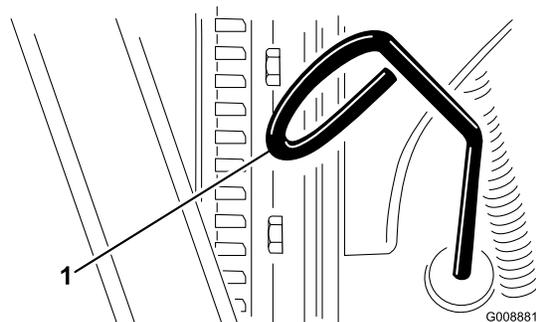

Figura 17
2. Togliete l'asta di livello ed asciugatela con un panno pulito (Figura 17).